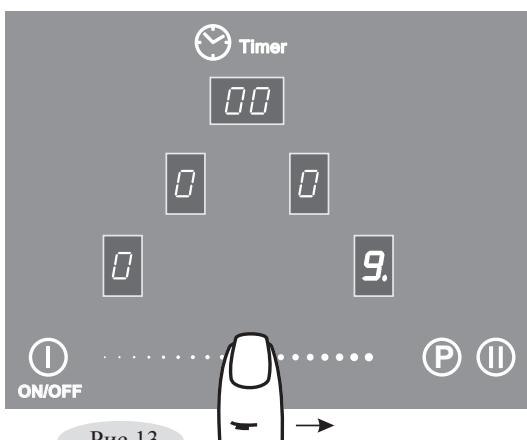
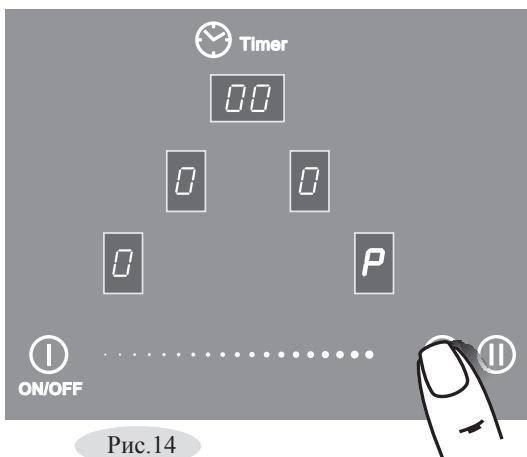

Рис.13
Рис.14
2. Выбор необходимого уровня мощности производится перемещением пальца по специальной поверхности ④ - «скользящая кнопка» (рис.13). Когда уровень мощности меняется, звучит сигнал, а в окне выбранной конфорки отображается мощность от «0» до «9». Если необходимо установить усиленный уровень мощности (BOOSTER), необходимо коснуться зоны «P» (рис.14). При необходимости режим «P» можно выключить, уменьшая мощность перемещением пальца по специальной поверхности ④. Если на конфорку не установлена посуда, в информационном окне конфорки будет светиться символ « $\sqcup$ » - «кастрюля не обнаружена» и нагрев не производится.